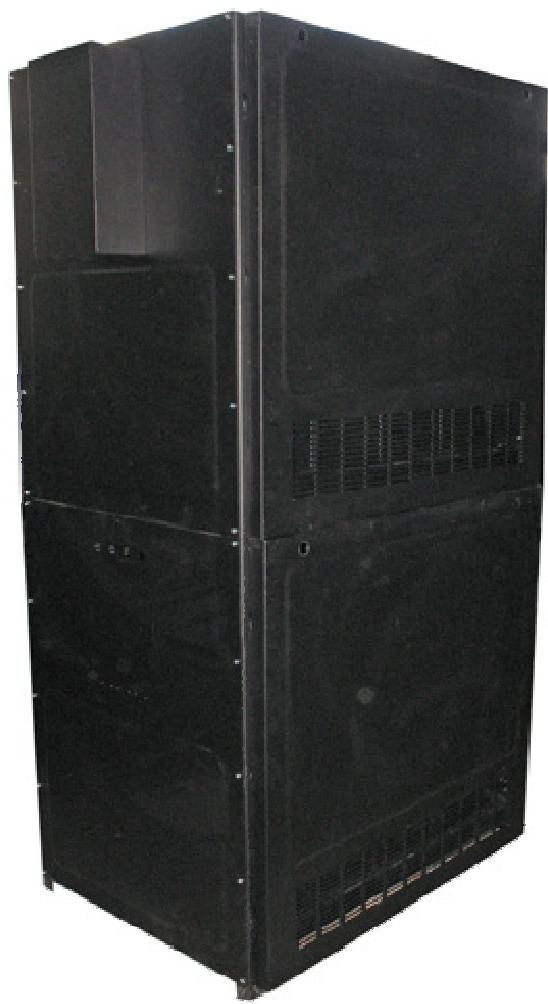

Рисунок 4.4 – Батарейный стеллаж Штиль MBS-04
4.7 Закрепить на передней стенке замки (рисунок 4.4).